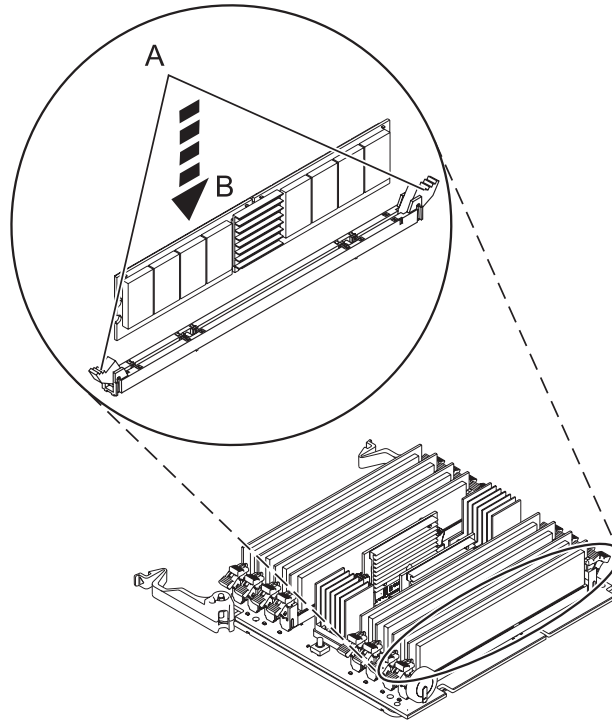

Figura 22. Sustitución de un módulo de memoria
10. Asegúrese de que los pasadores de fijación del conector (**A**) estén hacia afuera en la posición de desbloqueo, como se muestra en la Figura 22 en la página 31, antes de instalar un módulo de memoria nuevo.